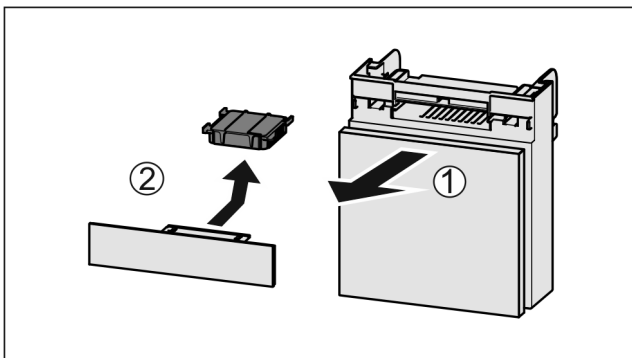

Fig. 103
- ▶ Extrageți Fig. 103 (1) compartimentul către înainte.
- ▶ Scoateți Fig. 103 (2) filtrul de cărbune activ.